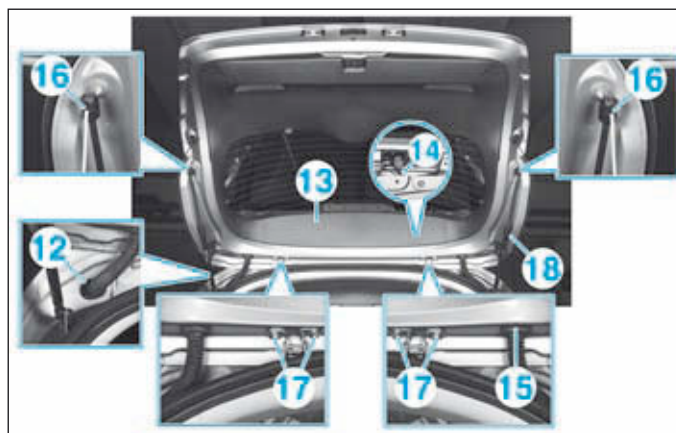

FIG.104
- Déposer le joint passe-câbles (12) et libérer le faisceau (11) (Fig.104).
- Déposer la garniture (13).
- Débrancher le tuyau de lave-glace (14).
- Déposer le joint passe-câbles (15) et libérer tuyau (14).